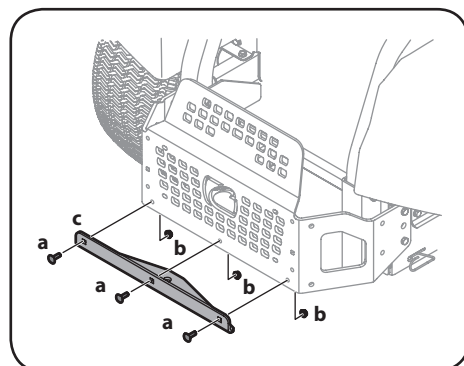

Figure 2-9
1. Retirez les boulons (a) et les écrous autobloquants (b) qui fixent l'attache de remorquage (c) au support du pare-chocs. Voir Figure 2-9.